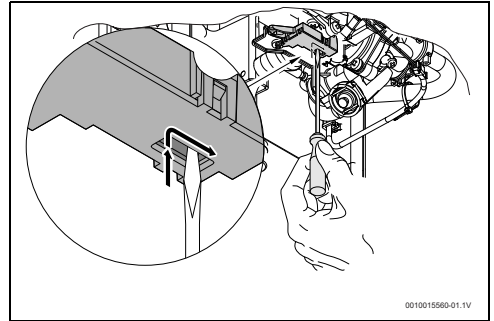

Fig. 23 Remettre le micro-interrupteur en place
- Positionner le micro-interrupteur selon la figure 23.